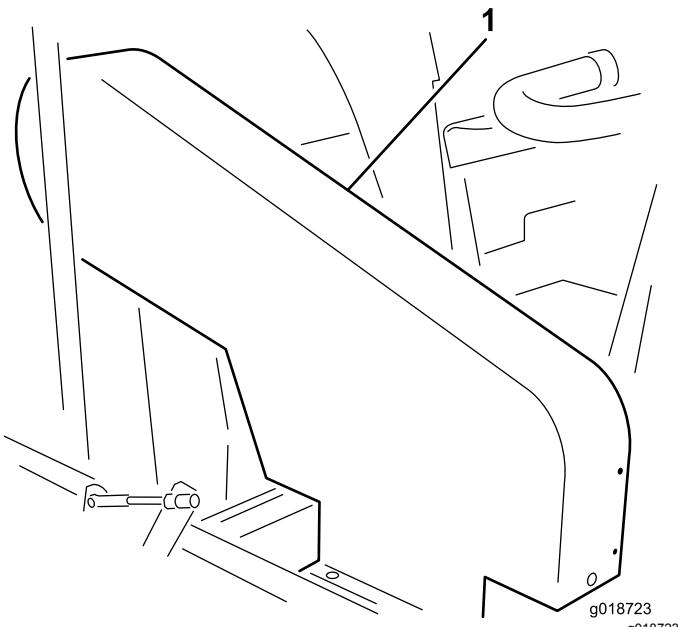

Figura 19
Nota: No es necesario retirar el protector de la correa superior (Figura 19) para comprobar la tensión de la correa. Si retira el protector de la correa, retire los 4 pernos, las arandelas y las tuercas que sujetan el protector al chasis. No utilice la máquina sin los protectores instalados.
Compruebe la tensión presionando la correa en el punto intermedio entre las poleas del embrague y el impulsor con una fuerza de entre 18 y 22 N. La correa debe desviarse 1,3 cm. Si la desviación no es correcta, consulte Ajuste de la correa de transmisión del impulsor \(página 26\). Si la desviación es correcta, continúe con el funcionamiento normal (Figura 19).
Compruebe la tensión presionando la correa en el punto intermedio entre las poleas del embrague y el eje secundario con una fuerza de entre 18 y 22 N. La correa debe desviarse 6 mm. Si la desviación no es correcta, consulte Ajuste de la correa del eje secundario \(página 26\). Si la desviación es correcta, continúe con el funcionamiento normal (Figura 19).
1. Retire los 4 pernos, las arandelas y las tuercas que sujetan la cubierta superior al chasis (Figura 19).